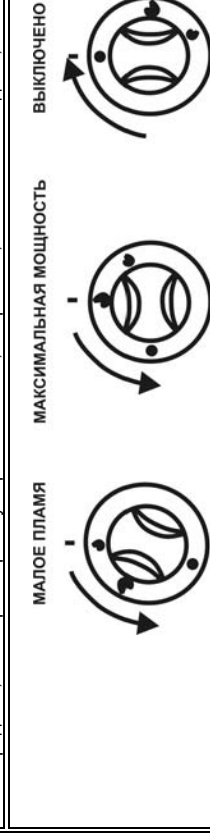

Рис. 4
- Потребляемую мощность (размер пламени) горелки можно регулировать поворотом ручки крана в пределах положений "МАКСИМАЛЬНАЯ МОЩНОСТЬ" и "МАЛОЕ ПЛАМЯ" (рис. 4).
- Ручки кранов поворачиваются при слабом нажатии в сторону панели. Поворотом ручки крана влево устанавливаем кран в положение "МАКСИМАЛЬНАЯ МОЩНОСТЬ", далее, поворотом ручки влево, до крайнего положения - "МАЛОЕ ПЛАМЯ", и обратно, вправо (также до крайнего положения), в положение "ВЫКЛЮЧЕНО" (рис. 4).
- Легко нажмите на ручку крана горелки и поверните её влево в положение "МАКСИМАЛЬНАЯ МОЩНОСТЬ" (рис. 4).
При гашении пламени горелок нужно повернуть соответствующую ручку крана в положение "ВЫКЛЮЧЕНО" (рис. 4). Проконтролируйте - погасло ли пламя горелки.